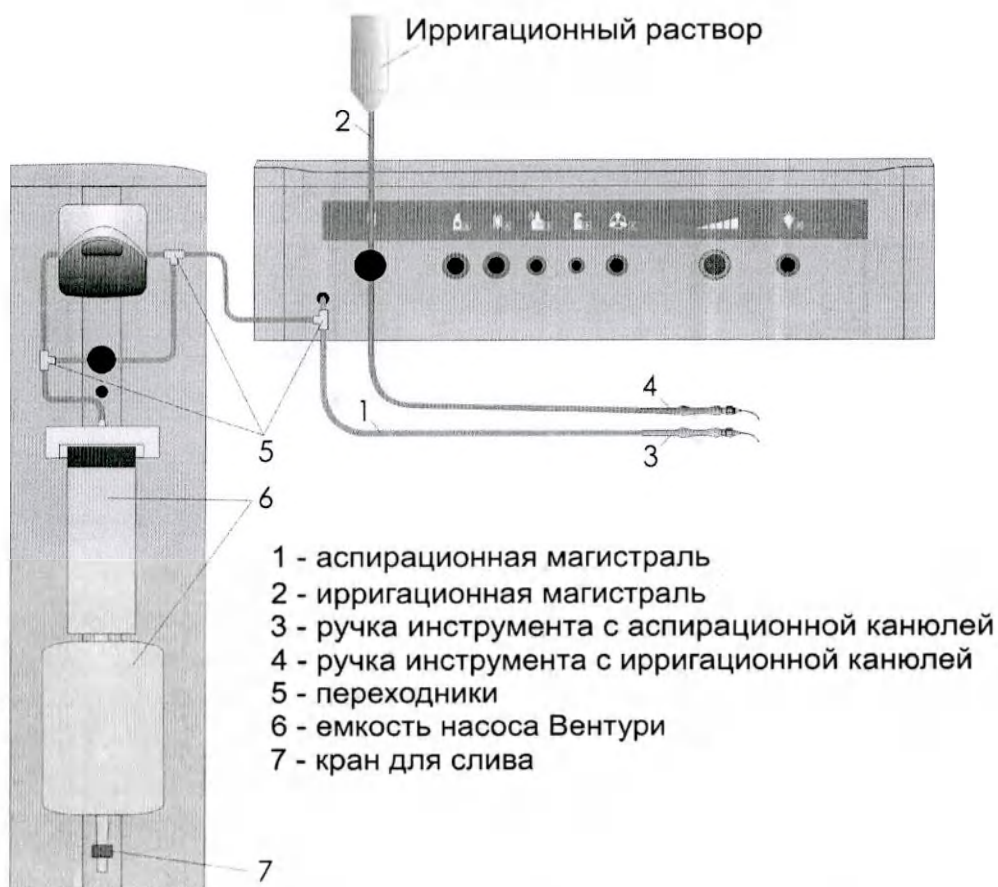

Рис.16.4 – Схема подготовки системы «Оптимед Профи» к работе с аспирационно-ирригационным инструментом.
16.12. Проверить работоспособность аспирационно-ирригационного инструмента (Рис.16.4), правильность сборки, присоединив его к аспирационно-ирригационным магистралям; включить аппарат и убедиться в герметичности магистрали.